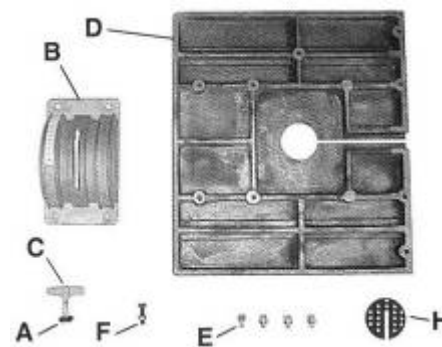

Рисунок 4.
4.4. Сборка станка (рис. 4; 5; 6.).